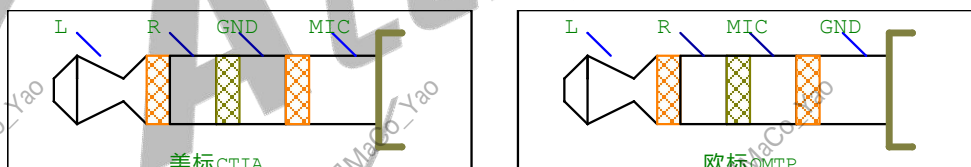

图 2-44 美标欧标耳机接口差异
- 不同的耳机座子，其结构也不尽相同，耳机接法必须考虑实际采用的耳机座子的结构，具体请参照耳机座子对应的规格书，并考虑欧标（OMTP）或者美标（CTIA）四段式耳机的接线顺序。标案默认为美标四段式耳机接法。美标与欧标的接口差异如图 2-44 所示。